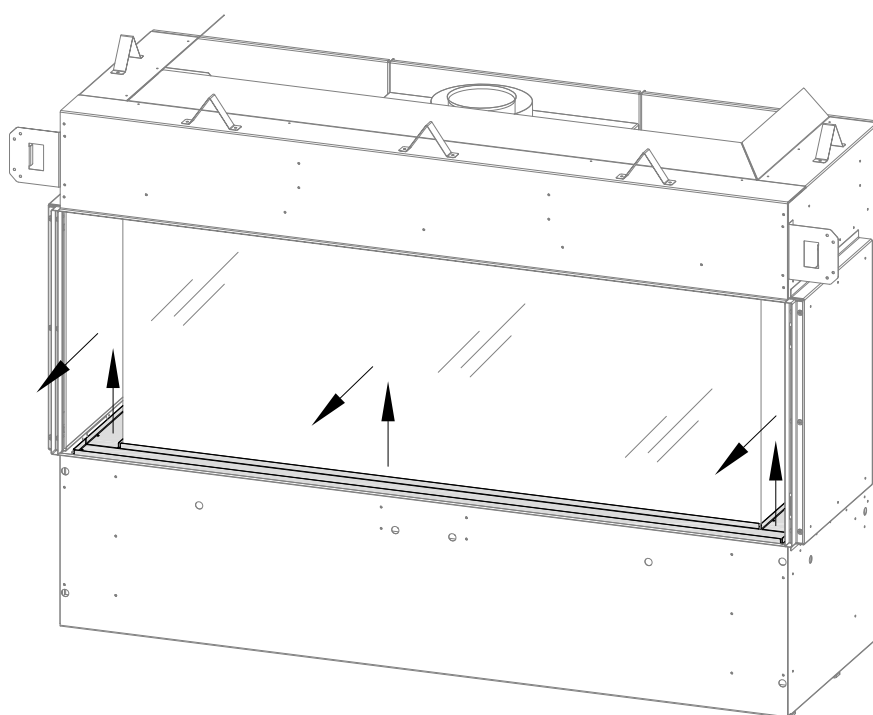

Figure 7.3 - Retrait du plateau à braises extérieur
Après avoir retiré l'écran pare-étincelles, repérez les (2) vis à métal qui retiennent chaque plateau à braises latéral et le plateau à braises avant. Voir la Figure 7.3. Assurez-vous de pousser chaque plateau à braises vers la vitre du foyer, pour qu'il y ait un petit jeu entre le plateau à braises et le bord extérieur du foyer.
1. Retirez les pièces du plateau à braises extérieur en les soulevant pour les sortir de leur fente d'installation. Voir la Figure 7.3.